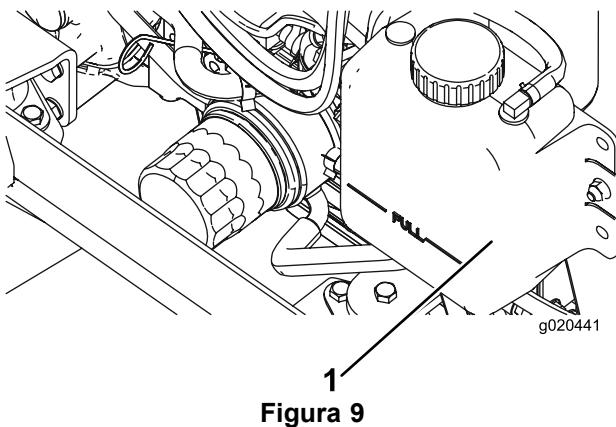

Figura 9
1. Retire cuidadosamente el tapón del radiador y el tapón del depósito de expansión (Figura 9).